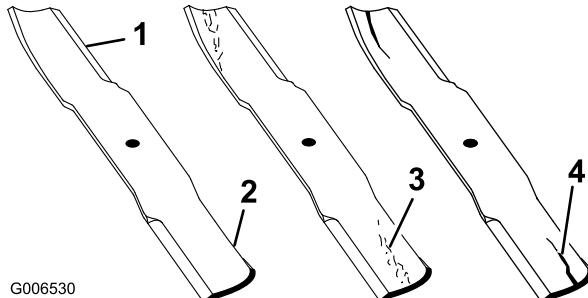

Figure 97
- Examinez le tranchant des lames (Figure 97). Si les lames coupent mal ou présentent des indentations, déposez-les et aiguisez-les; voir Aiguisage des lames.
- Inspectez les lames, surtout la partie relevée (Figure 97). Remplacez immédiatement toute lame endommagée, usée ou qui présente une entaille (Figure 97).